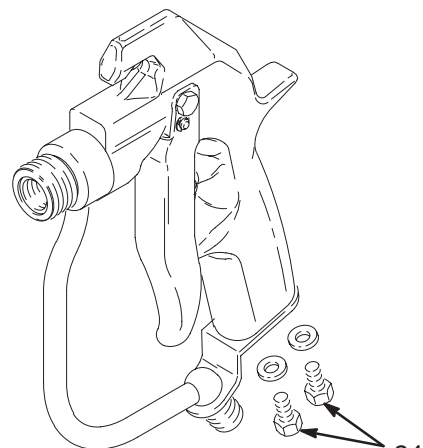

Fig. 19
7. Monter les vis (24). Voir Fig. 19.